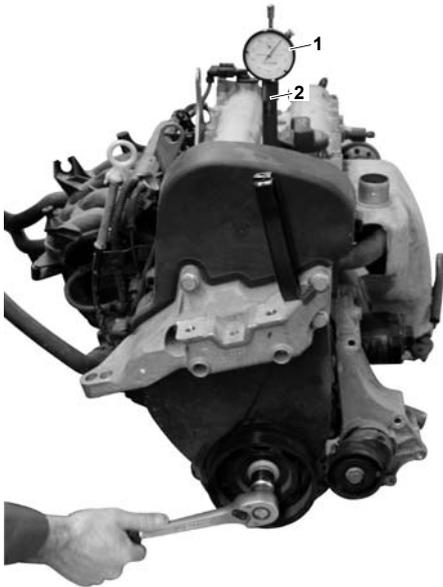

Abb. 4: Dichtflansch und Dichtlippenstützring ausrichten.
- Der Dichtflansch und der Dichtlippenstützring müssen plan auf der Fläche aufliegen; ggf. Dichtflansch oder Dichtlippenstützring etwas nach unten drücken. (**Abb. 4**)